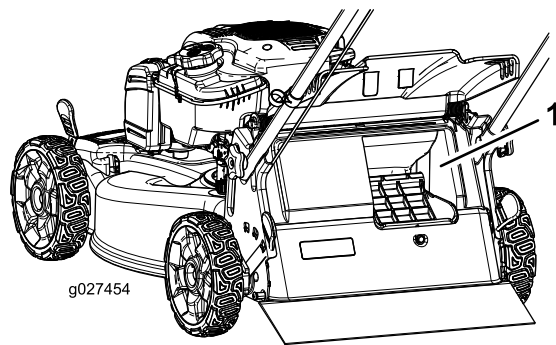

Figuur 23
- **Als u het gras en de bladeren wilt opvangen,** druk dan op de knop van de grasvangerhendel en beweeg deze naar voren tot de knop op de hendel naar boven klikt (Figuur 23).